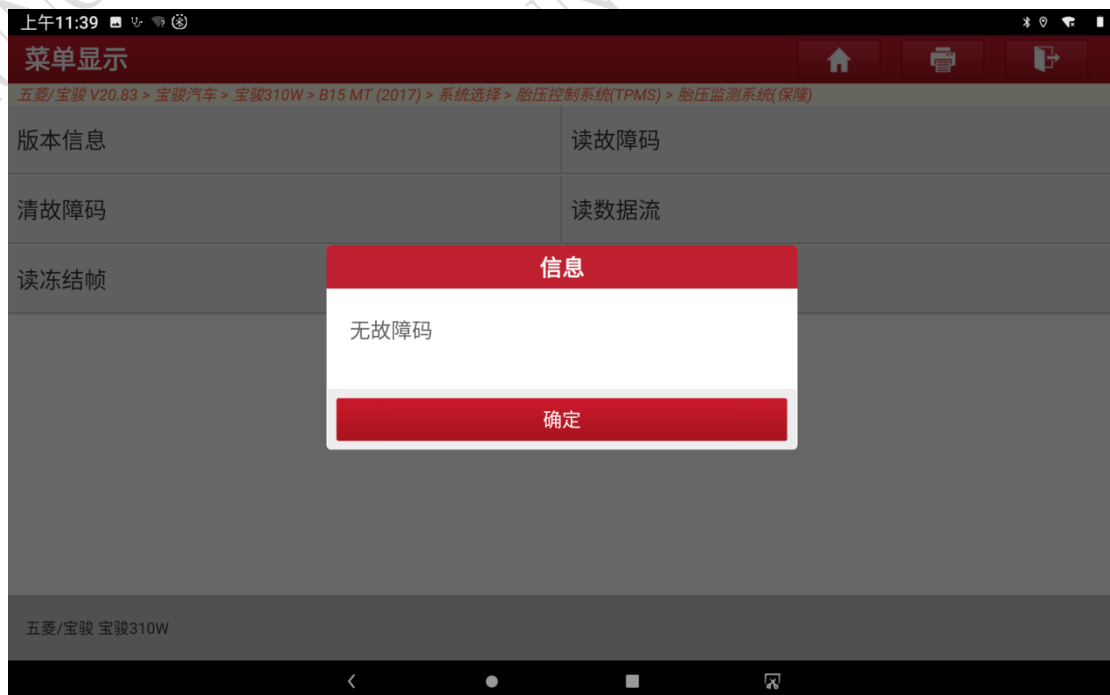

图 15
15. 退出胎压系统，关闭点火开关等待 10 秒中再上电，在进入胎压系统，点击读故障码功能，如图 15，故障已被修复，匹配操作完成。